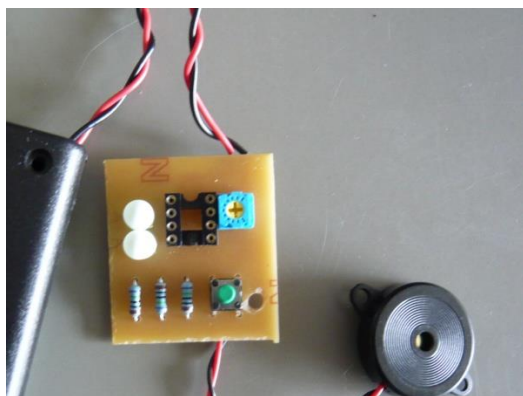

図 9 部品の配置(おもて)
- ① 1/4W 炭素抵抗を着けます。発光ダイオード(LED)と抵抗はセットにしているので、他の抵抗を着けてしまわない様に気を付けてください。余った足はニッパで切断します。
- ② IC ソケットを着けます。図 9 の上方向と欠けた方向を合わせてください。方向に気を付けてください。
- ③ 半固定抵抗を着けます。
- ④ 発光ダイオード(LED)を方向に気をつけて取り付けます。IC 側が短い脚 (カソード) です。
- ⑤ タクトスイッチを取り付けます。奥までしっかり挿してください。
- ⑥ 圧電スピーカを着けます。もし、電線が長い場合は切断してください。切断する場合は、近くのスタッフに言ってください。
- ⑦ 電池ケースを取り付けます。+V と書いてあるほうに赤い線(プラス極)を取り付けてください。